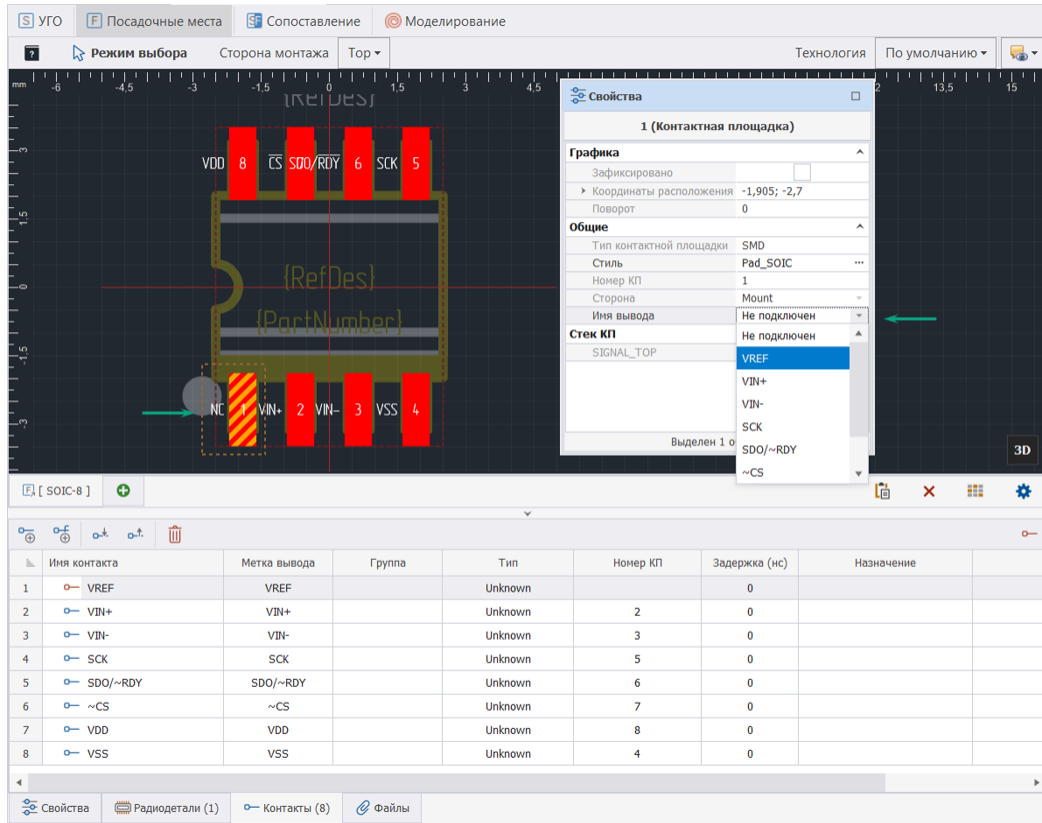

Рис. 273 Сопоставление КП через панель «Свойства»
2. В выпадающем списке «Свойства» → «Общие» → «Имя вывода» выбрать контакт для сопоставления, см. Рис. 273.